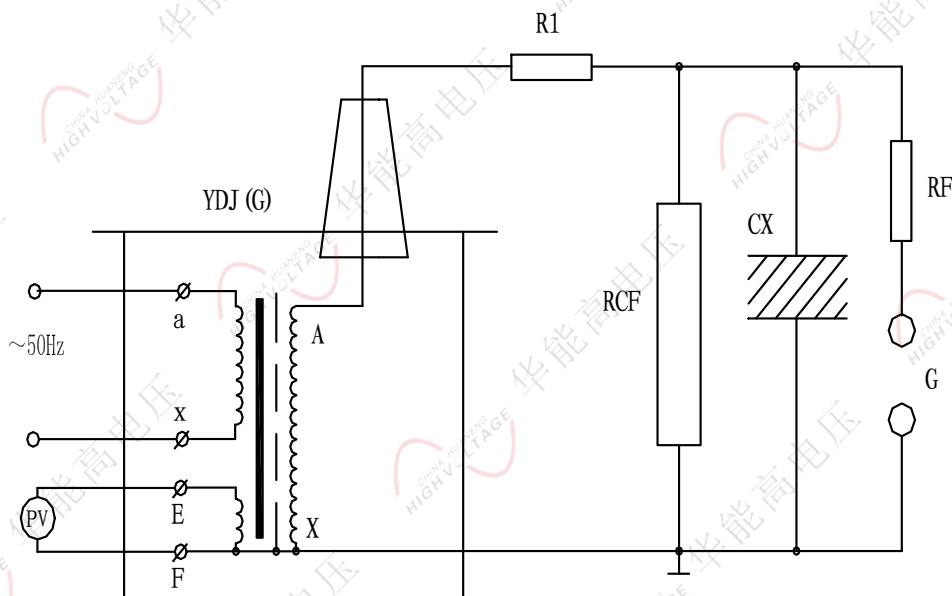

图 6：被试品工频耐压试验接线图
1、HNVD 试验变压器做被试品的工频耐压试验使用接线原理图见图 6。
在工频耐压试验中，低压侧测量电压（仪表电压）不是非常准确的，其原因是由于试验变压器存在着漏抗，在这上漏抗上必然存在着压降或容升，使试品上的电压低于或高于低压侧测量电压表上反映出来的电压。工频耐压试验时，被试品上的电压高于试验变压器的输出电压，也就是所谓容升现象。感应耐压试验时，试验变压器的漏抗必须存在着压降。为了准确测量被试品上所施加的电压，因此常在高压侧接入 RCF 阻容分压器来测量电压（见图 6）。